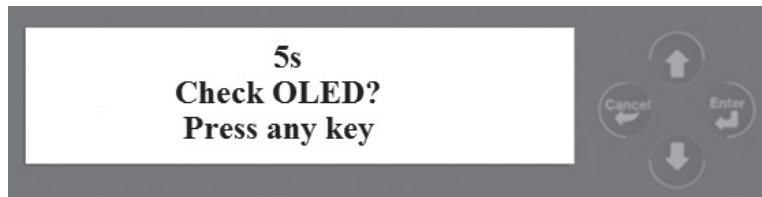

图 1
1、服务器上电后进入 OLED 自检界面（主要检测 OLED 屏是否有坏死区域）如图 1，5 秒内有任意按键操作则点亮 OLED 全屏如图 2（OLED 自检），再次任意按键则退出自检模式：